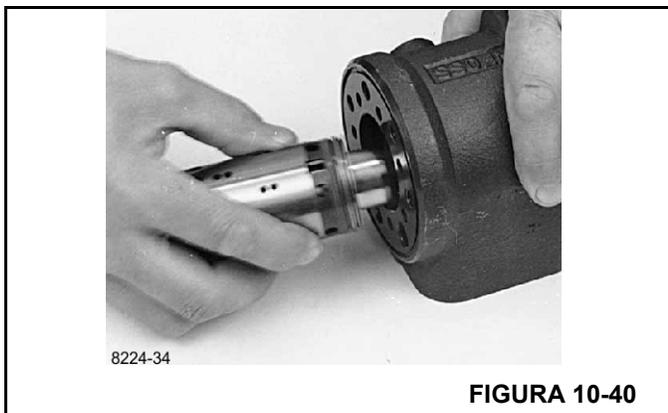

FIGURA 10-40
14. Com um leve movimento de giro, guie o carretel e a luva para dentro do furo. Instale o conjunto do carretel segurando o pino cruzado na horizontal (Figura 10-40).